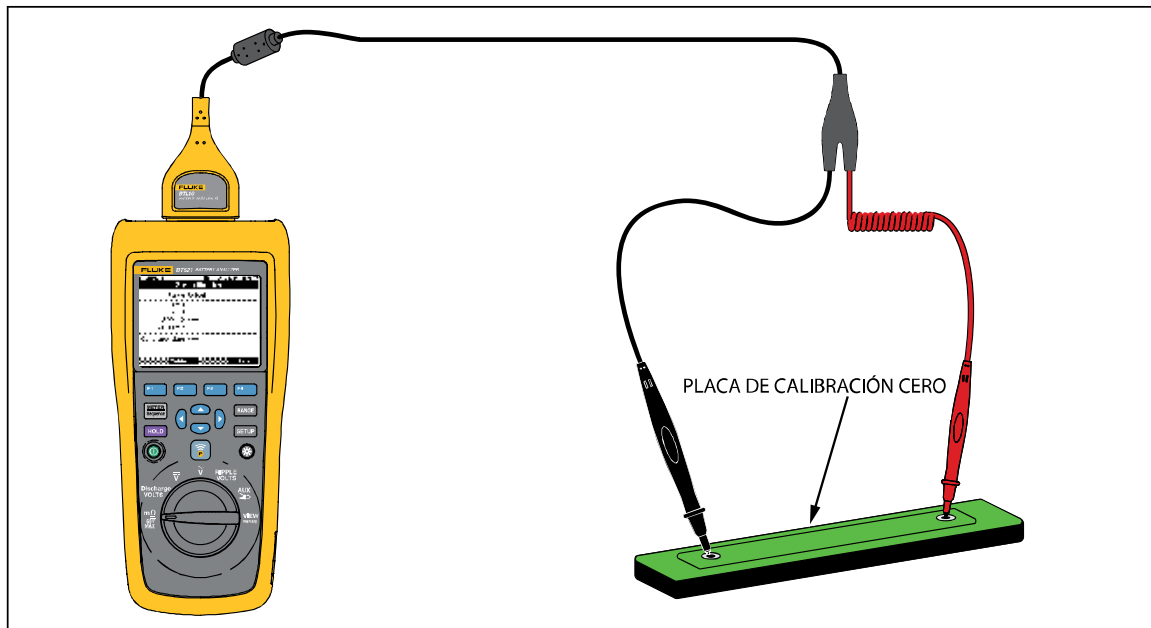

Figura 4-4. Configuración de la calibración a cero
1. Ubique la placa de calibración a cero sobre una superficie plana horizontal. Consulte la Figura 4-4.